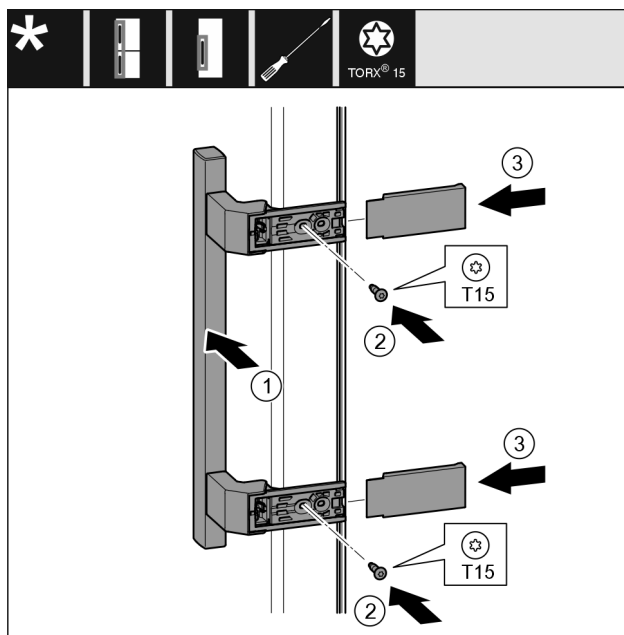

Fig. 41
- ▶ 将把手 Fig. 41 (1)放到反面。
- ▶ 将螺钉 Fig. 41 (2)用螺丝刀拧紧。
- ▶ 将盖板 Fig. 41 (3)放置到侧面并插入。